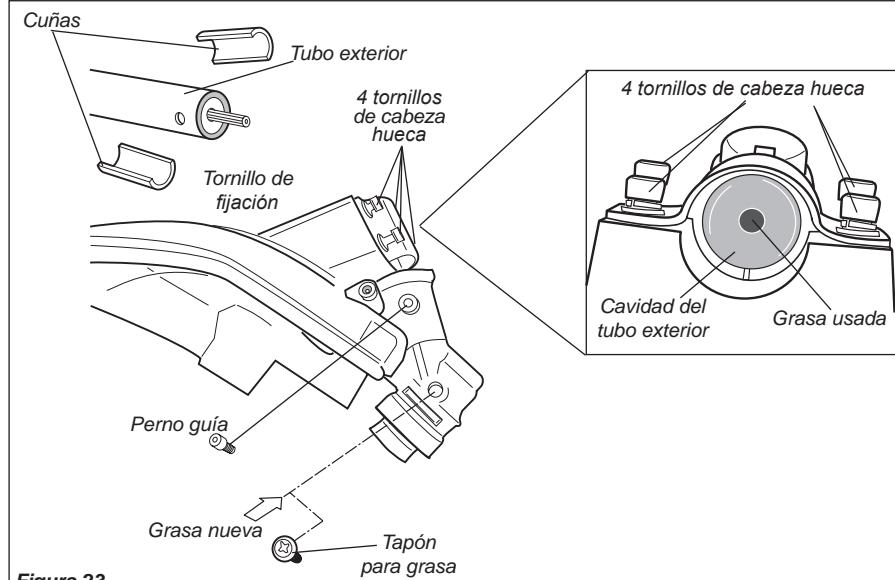

Figura 23
1. Para realizar esta operación, primero extraiga la caja de engranajes y el protector del tubo exterior tal y como se indica a continuación. Consulte la figura 23.